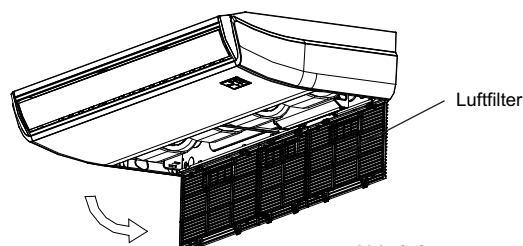

Abb.6-2
- Den Luftfilter entfernen (siehe Abb. 6-2)
- Setzen Sie den Luftfilter in der Rückwärtsposition (siehe Abb. 6-2).